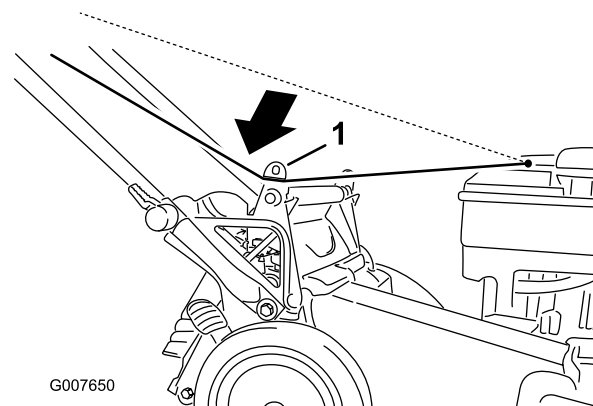

Figura 20
1. Avvolgete il cavo di avviamento attorno al guidacavo inferiore (Figura 20).